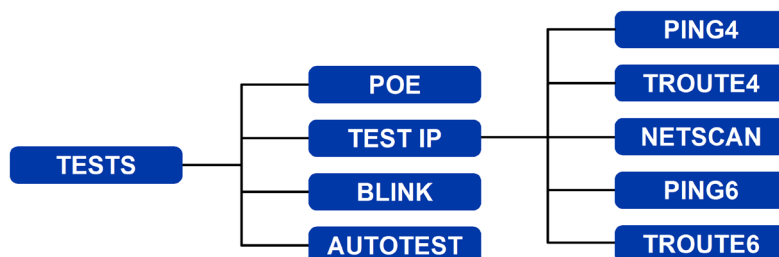

Figure 16 Schéma (map) du menu Tests. Test Ethernet (2)
(2) Si un réseau actif est détecté, mais s'il n'y a pas d'unité distante SignalTEK NT, la barre d'informations de l'écran d'accueil indiquera Ethernet, et lorsque l'icône TESTS est sélectionnée, les tests Ethernet de la Figure 16 sont disponibles.